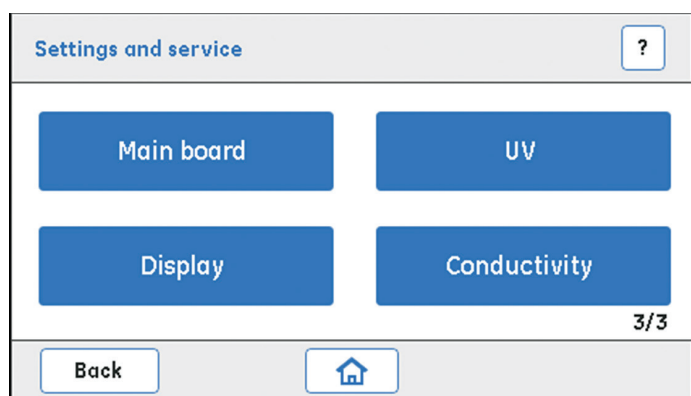

图 8. ÄKTA start 有多种设置和服务选项, 可从显示屏轻松访问。帮助按钮 [?] 为当前活动页面提供指导。
a) 快速启动 (Quick start): “即开即用”的方法模板可基于亲和层析 (AC)、离子交换层析 (IEX)、凝胶过滤 (GF) 和脱盐 (DS) 技术纯化常规蛋白。表 1 中提供了应用示例。方法内已经对层析柱体积、流速、平衡、洗脱模式和收集体积等运行参数进行了预设。用户只需输入进样体积, 并确保系统连接了 U 盘即可。使用快速启动方法时, 样品通过泵来进样。
**4) 设置和服务 (Settings and Service)**: 用于配置、校准、故障排除以及诊断 ÄKTA start 的各个组件 (图 8)。对于列出的部件, 可以使用重要的诊断测试、校准设置和自维护程序。